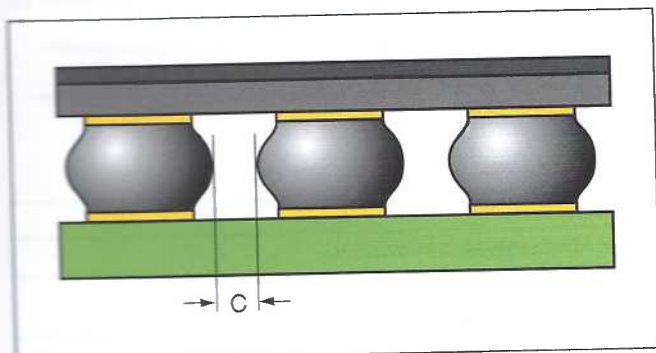

Bild 8-161
- Die BGA-Lotkugeln verletzen nicht den elektrischen Mindest-Isolationsabstand, siehe Bild 8-161, Position C.